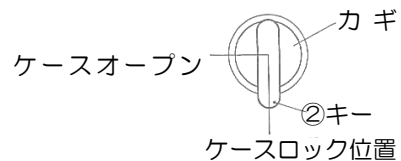

図2
1-2. ②キーを右（時計方向）に回し、ケースオープン位置に合わせます。（図2 参照）